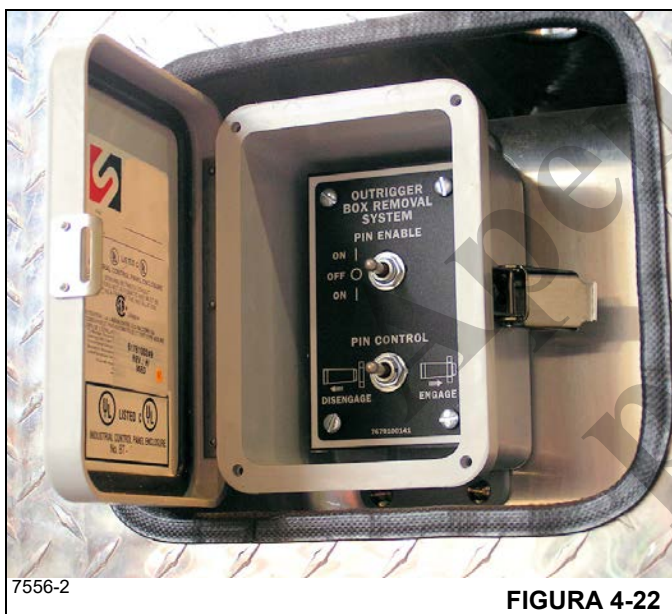

FIGURA 4-22
Não ative as chaves no controle na (Figura 4-22) até que você esteja completamente familiarizado com o procedimento de instalação e remoção da caixa do estabilizador.
4. Usando o controle de remoção da caixa do estabilizador adequado: no para-choque dianteiro esquerdo no caso da caixa do estabilizador dianteiro ou no para-choque traseiro direito no caso da caixa do estabilizador traseiro, segure a chave PIN ENABLE (ativação do pino) na posição ON (ligada) (Figura 4-22) e empurre a chave PIN CONTROL (controle do pino) para a posição DISENGAGE (desengatar) até que as hastes do cilindro de pinagem estejam totalmente retraídas.
Não ative as chaves no controle (Figura 4-22) até que você esteja completamente familiarizado com o procedimento de instalação e remoção da caixa do estabilizador.
7. Usando a caixa de controle do pino montada remotamente, mantenha a chave PIN ENABLE (ativação do pino) na posição ON (ligada) e coloque a chave PIN CONTROL (controle do pino) na posição ENGAGE (engatar) (Figura 4-22).